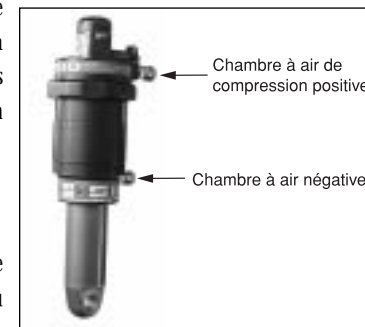

Fig. 1
La pression de l'amortisseur dépend de votre poids et de votre style. Vous pouvez modifier la pression tant dans la chambre à air positive que négative (voir fig. 1). Les pages suivantes expliquent la différence entre pression positive et pression négative, et comment régler l'une ou l'autre.
La valve située du côté le plus large de l'amortisseur permet de régler la pression positive, qui détermine l'importance du rebond, c.-à-d. la fermeté de l'amortisseur (voir fig. 1). Plus il y a d'air, plus l'amortisseur est ferme.
1. Repérez la valve positive (de compression) (fig. 1)
La valve négative (voir fig. 1) permet de régler les caractéristiques (sensations) de votre vélo. Vous pouvez modifier la pression du rebond négatif à l'aide d'une pompe manuelle.